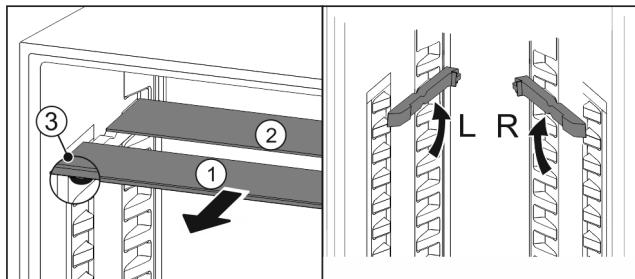

Fig. 59
- Estrarre Fig. 59 (1) i ripiani singolarmente tirando in avanti come da figura.
- ▷ Il ripiano Fig. 59 (1) con il motivo ornamentale è nella parte anteriore.
- ▷ I fermi Fig. 59 (3) sono rivolti verso il basso.